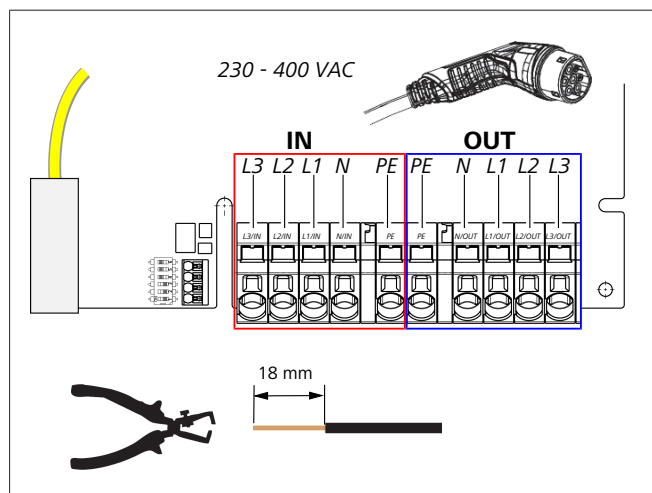

Fig. 8
9. Com a ajuda da chave de fenda (3,5 mm), conecte as extremidades individuais do cabo ao bloco de bornes à esquerda com a marcação "IN" conforme a especificação na imagem (Fig. 8).